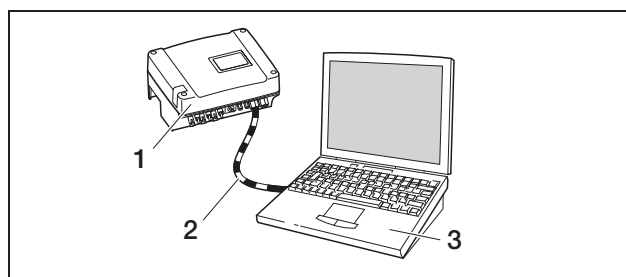

Abbildung 26: Wechselrichter und Computer mit Crossover-Kabel verbinden
- b) direkt über ein sog. Crossover-Kabel (siehe Abbildung 26).
Sie benötigen ein Crossover-Kabel nur dann, wenn Sie den Wechselrichter direkt, das heißt ohne Switch/Hub, mit einem Computer verbinden (Abbildung 26).